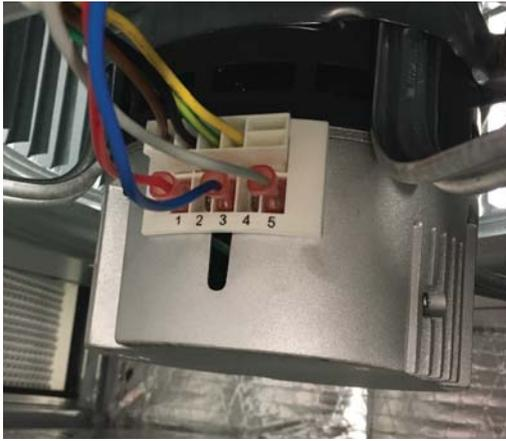

Fig. 6 – Tomas de motor
5. Ubique los tres cables de la toma de velocidad del ventilador (rojo, azul y gris) conectados al motor de este (Fig. 6).